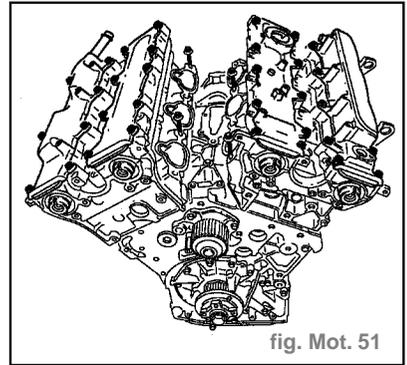

fig. Mot. 51
- Resserrer la vis (1) à **1,5 daN.m**, puis effectuer un serrage angulaire de **225°**.
- Approcher puis serrer progressivement les vis de fixation des carters couvre-arbres à cames dans l'ordre préconisé. (fig. Mot. 51)